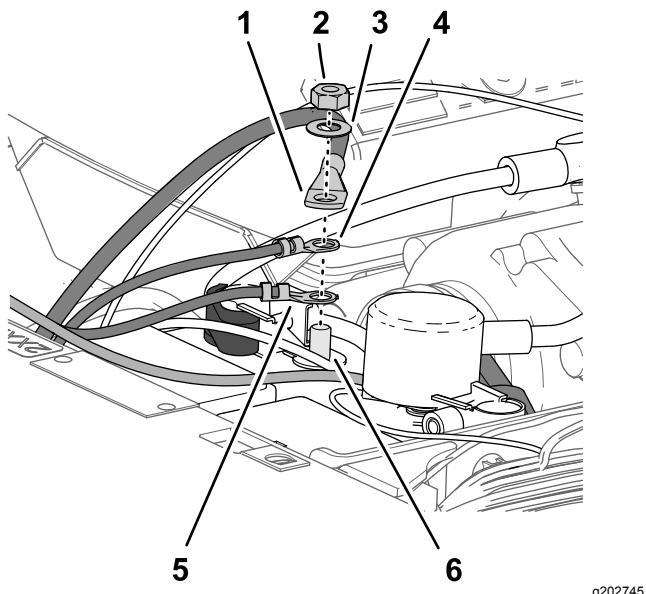

Figura 212
5. Monte os seguintes terminais do fio e cabo nos postes roscados do terminal negativo da bateria (Figura 212) na ordem seguinte: